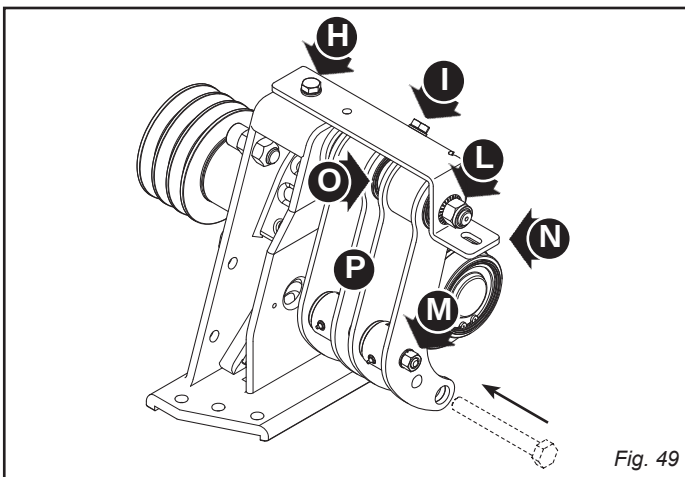

Fig. 49
- Вынуть распорные штифты (М, рис. 49).
- Ослабить и вынуть винты L, H, I (рис. 49).
- Снять опору (N, рис. 49).
- Снять вилки (P, рис. 49).
- 1) Вставить новые вилки с промежуточной распоркой (O, рис. 49).
- 4) Правильно выровнять вилки с помощью сквозного штыря или винта (M20) (рис. 49).